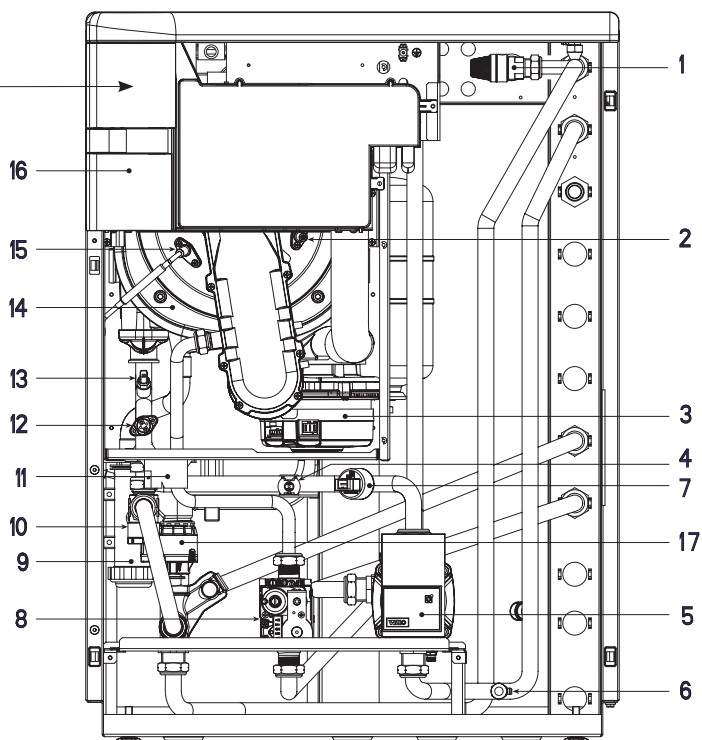

Fig. 3
1.5.2 Atlantis HM 30/50 ErP (fig. 3/a)